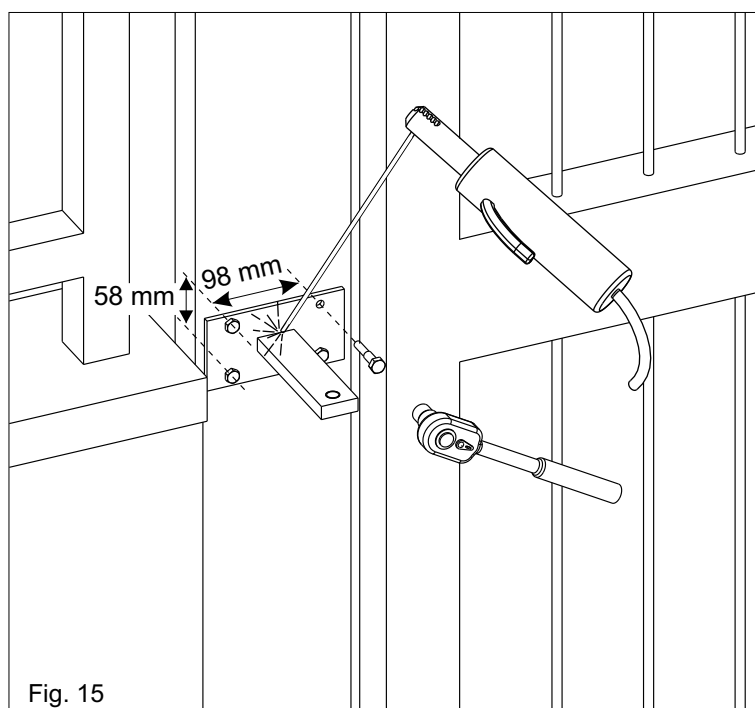
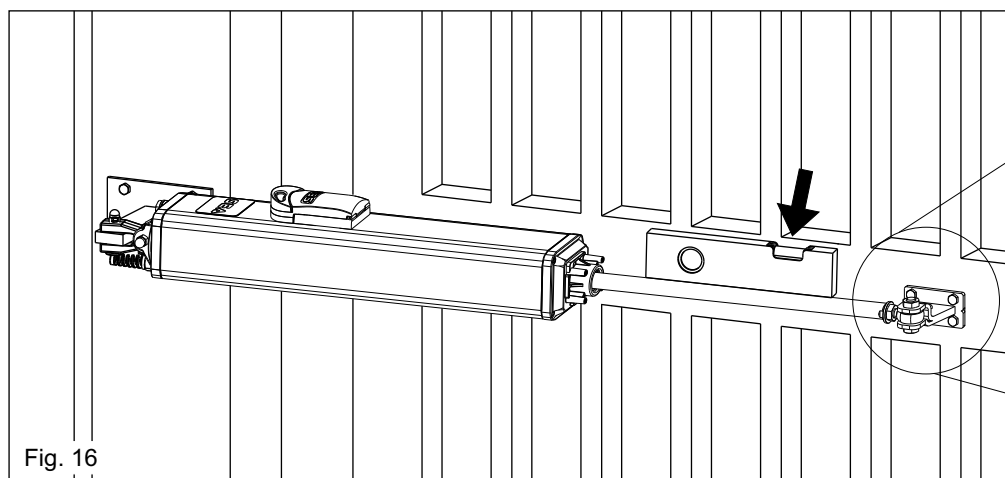

Fig. 15
Fig. 16
Selon le type d'ouverture choisi (interne ou externe) et de la rotation maxi. du vantail (voir pag.33-34), l'étrier doit être coupée, avant tous, en respectant la cote « a » en pag.33-34 et successivement soudée comme dans fig. 15.
Le support doit être positionné de façon que l'opérateur soit parfaitement horizontal (Fig.15, Fig.16).
- 4) Positionner l'opérateur de façon qu'il résulte parfaitement horizontal et donc marquer la position de la fixation antérieure (Fig. 16).